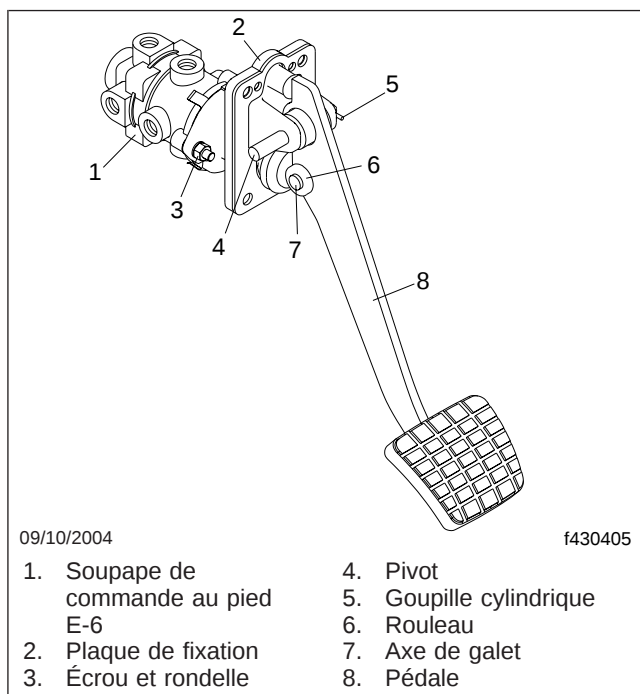

Fig. 9, Pédale de frein et bloc soupape
2. Retirez la goupille cylindrique du pivot de la pédale de frein. Voir la figure 9.